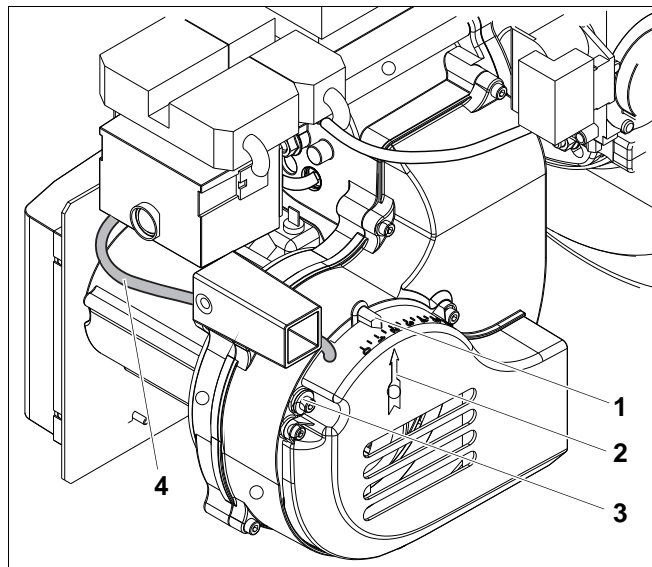

Рис. 68 Проверка положения канала всасываемого воздуха (ALF)
- Проверьте установку всасывающего канала (ALF) (рис. 68, **поз. 1**); должно быть установлено значение 1,5. Стрелка (рис. 68, **поз. 2**) указывает правильное положение.
- Проверьте, чтобы винт (рис. 68, **поз. 3**) фиксации ALF (рис. 68, **поз. 1**) был крепко затянут, иначе ALF может сместиться.
- Если ALF не стоит на 1,5, то отверните винт (рис. 68, **поз. 3**) и установите ALF на значение 1,5.
- Затяните винт (рис. 68, **поз. 3**).
- Подключите импульсную линию от кожуха крыльчатки вентилятора (рис. 68, **поз. 4**) к отрицательному полюсу реле контроля давления воздуха.